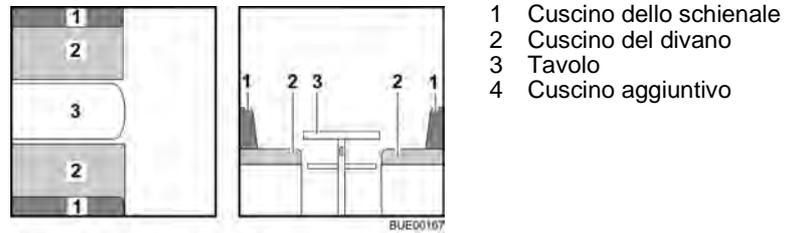

Fig. 86 Prima della trasformazione
- Trasformare il tavolo (Fig. 86,3) in struttura di supporto letto (vedi paragrafo 6.11).
- Rimuovere i cuscini dello schienale (Fig. 86,1) e riporli.